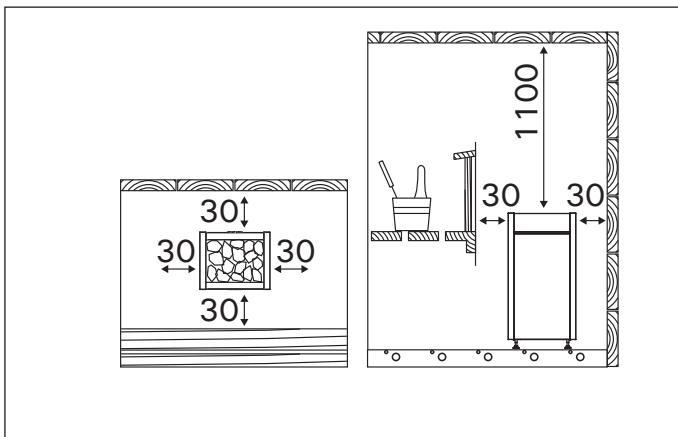

Рисунок 4. Расстояния безопасности (все размеры приведены в миллиметрах)
- При расположении каменки выполняются условия минимальных расстояний, изображенных на рис. 4 и указанных в таблице 2.
Минимальные безопасные расстояния показаны на рис. 4. При установке каменки обязательно соблюдение указанных значений. Несоблюдение указанных значений влечет за собой риск возгорания.
При установке вокруг каменки защитного ограждения должны соблюдаться минимальные безопасные расстояния, приведенные на рис. 4 либо в инструкции по установке ограждения.